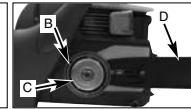

Abb. 4B
2. Påsæt kæden rundt om sværdet og drivakslen. Vær opmærksom på at drivledet sidder korrekt og tager ved. (Fig. 4B).
3. Når drivledet sidder korrekt på drivakslen trækker kæden hen over sværdet. Kæden hænger på undersiden. Dette er normalt (Fig. 4B).